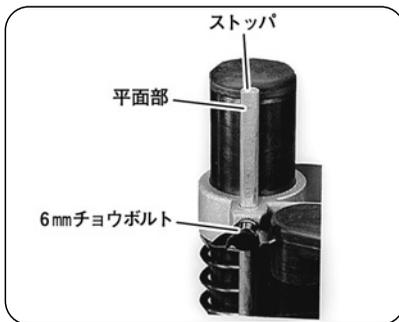

図 16
- (2) ストップの平面部を 6 mm チョウボルトで押すようにして締付け、ストップを固定します。(図 16)
- 加工深さ③はヘッドの移動調整寸法②から木材上面と角のみ先端までのすきま④を引いた数値となります。